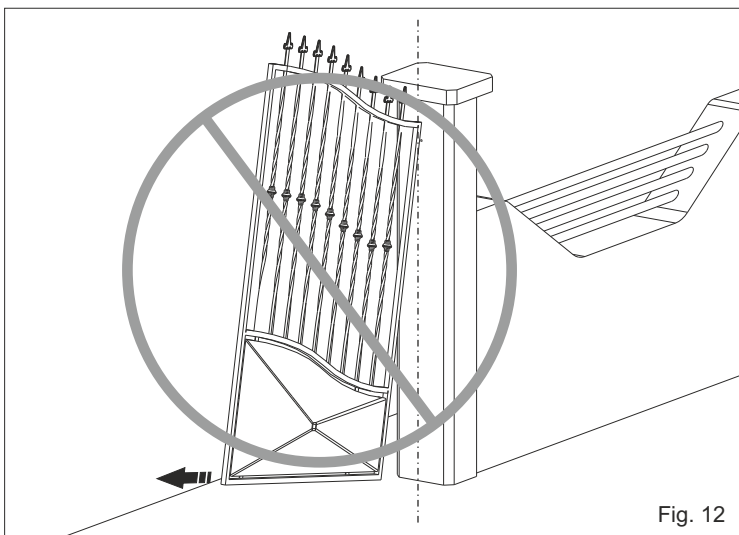
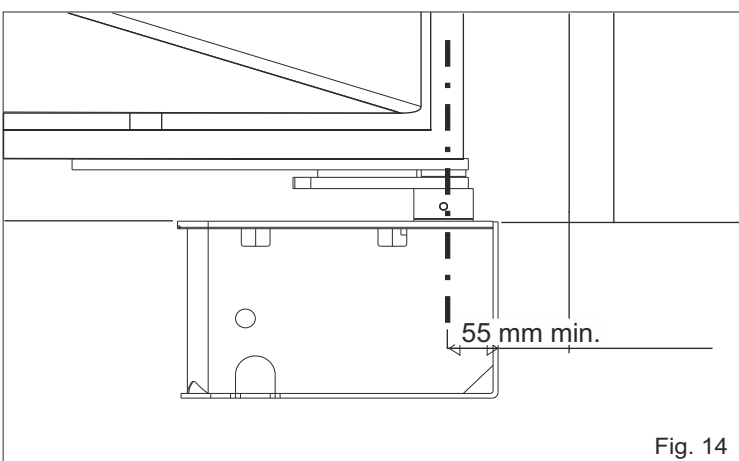

Fig. 12
Fig. 14
3.3. Hacer mucha atención a no poner la hoja fuera de los ejes (Fig. 12 y 13), el eje tiene que coincidir con el eje de rotación del gozne teniendo en cuenta que la distancia minima de la columna es de 55 mm (Fig. 14).